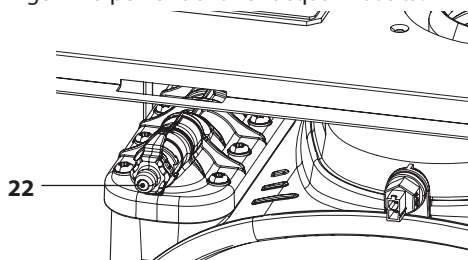

Figura 6.4
biatore primario condensante 22 in Figura 6.4 collegare un tubicino di scarico al portagomma per far defluire l'acqua in uscita.
- Riempire l'impianto di riscaldamento vedi sezione "Riempimento del circuito riscaldamento" a pagina 21 e richiudere il raccordo di sfianto scambiatore primario condensante 22 in Figura 6.4 quando da quest'ultimo inizia ad uscire acqua.